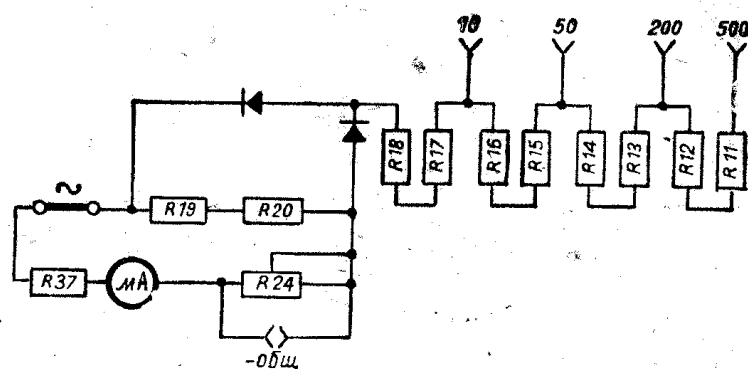

Рис. 5.
3. 5. Измерительная цепь вольтметра переменного тока (рис. 5)